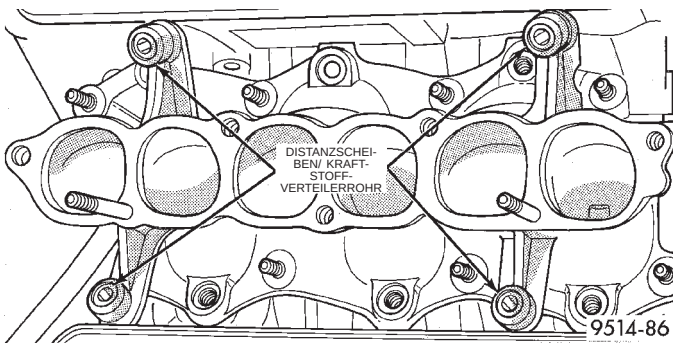

Abb. 35 Distanzscheiben/Kraftstoffverteilerrohr
(18) Das Kraftstoffverteilerrohr vom Motor abnehmen. **Unter jeder der Befestigungsschrauben des Kraftstoffverteilerrohrs befinden sich Distanzscheiben (Abb. 35).**